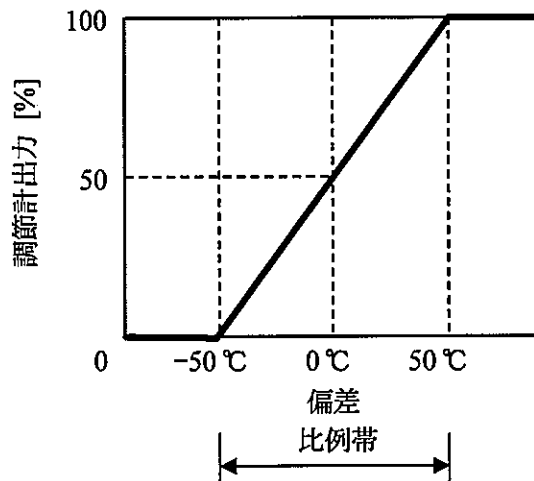

図2
(2) 比例動作の調節計において、偏差と出力の関係は例えば図2のようになる。調節計出力を  $mv$  [%]、偏差を  $e$  [%] という記号で示すと、比例動作の調節計出力は、一般に次式で表される。
上式の右辺第1項 ( $mv_0$ ) は、偏差が0のときの調節計出力、右辺の第2項は、偏差によって生じる調節計出力の変化量である。ここで、偏差への乗数 ( $K_p$ ) を  という。偏差は、一般には調節計の  (測定範囲の最大値と最小値の差) で除して100を乗じ、%表示とする。例えば調節計の  を200℃とすると、図2における  $K_p$  は  となる。ここで、偏差が  $\pm$   [%] 変わると出力は  $\pm 50\%$  変化する。なお、一般の調節計では、 の代わりに比例帯 ( $PB$ ) を使用している。これは、調節計出力が0~100%変化するのに必要な偏差の範囲を%で表示するもので、図2の例では  $PB =$   [%] であり、 $PB$  と  $K_p$  の間には、 $PB =$   の関係がある。